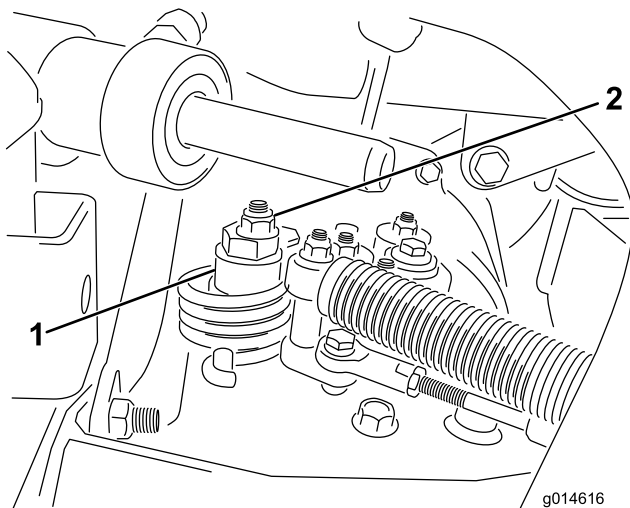

Figura 48
- A. Allentate il dado che fissa l'eccentrico alla parte superiore dell'igrostat (Figura 48).
- C. Fate girare l'eccentrico finché non riscontrate movimenti in alcuna direzione. Quando la ruota cessa di girare, serrate il dado di bloccaggio dell'eccentrico per mantenere la messa a punto (Figura 48). Verificate la regolazione portando l'acceleratore in posizione Slow e Fast.